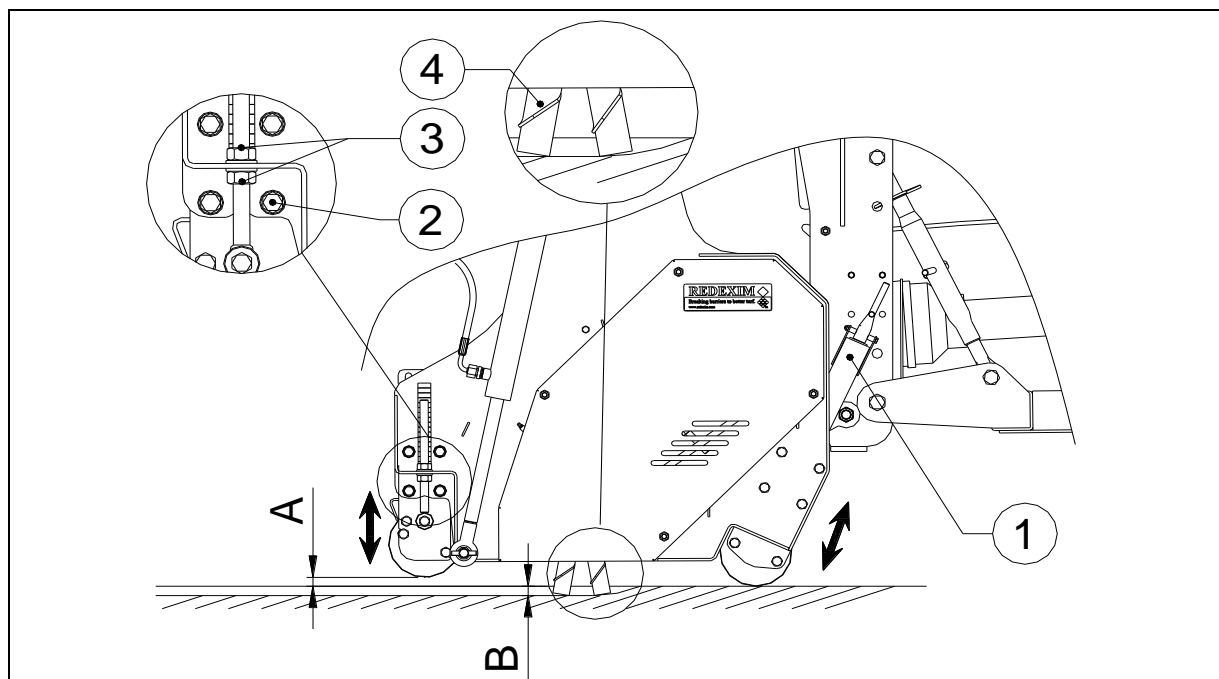

Fig. 9
Ajustar la profundidad de trabajo se hace de la manera siguiente: (véase la fig. 9)
- ⚠ Si se han montadas cuchillas de viento (véase la fig. 9 punto 4) nunca se debe ajustar la máquina más profundamente, de modo que las cuchillas de viento queden por encima de la superficie.
Si se han montadas cuchillas de viento (véase la fig. 9 punto 4) nunca se debe ajustar la máquina más profundamente, de modo que las cuchillas de viento queden por encima de la superficie.
5. (Véase la fig. 9) Desatornille los tornillos 2 a ambos lados de la máquina y ajuste el rodillo trasero con las tuercas 3 de modo que la distancia encima del suelo A es de 10 mm (0.4")
6. (Véase la fig. 9) Atornille los tornillos 2 y apriete las tuercas 3 bien.